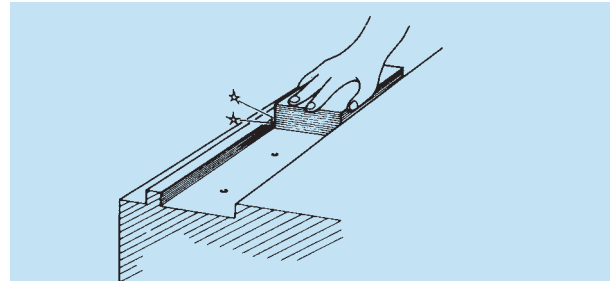

Fig. 28 Revisión de las superficies de montaje
- 1) Antes de realizar el montaje, quitar marcas, rebabas, suciedad y materia extraña. Ver fig. 28.